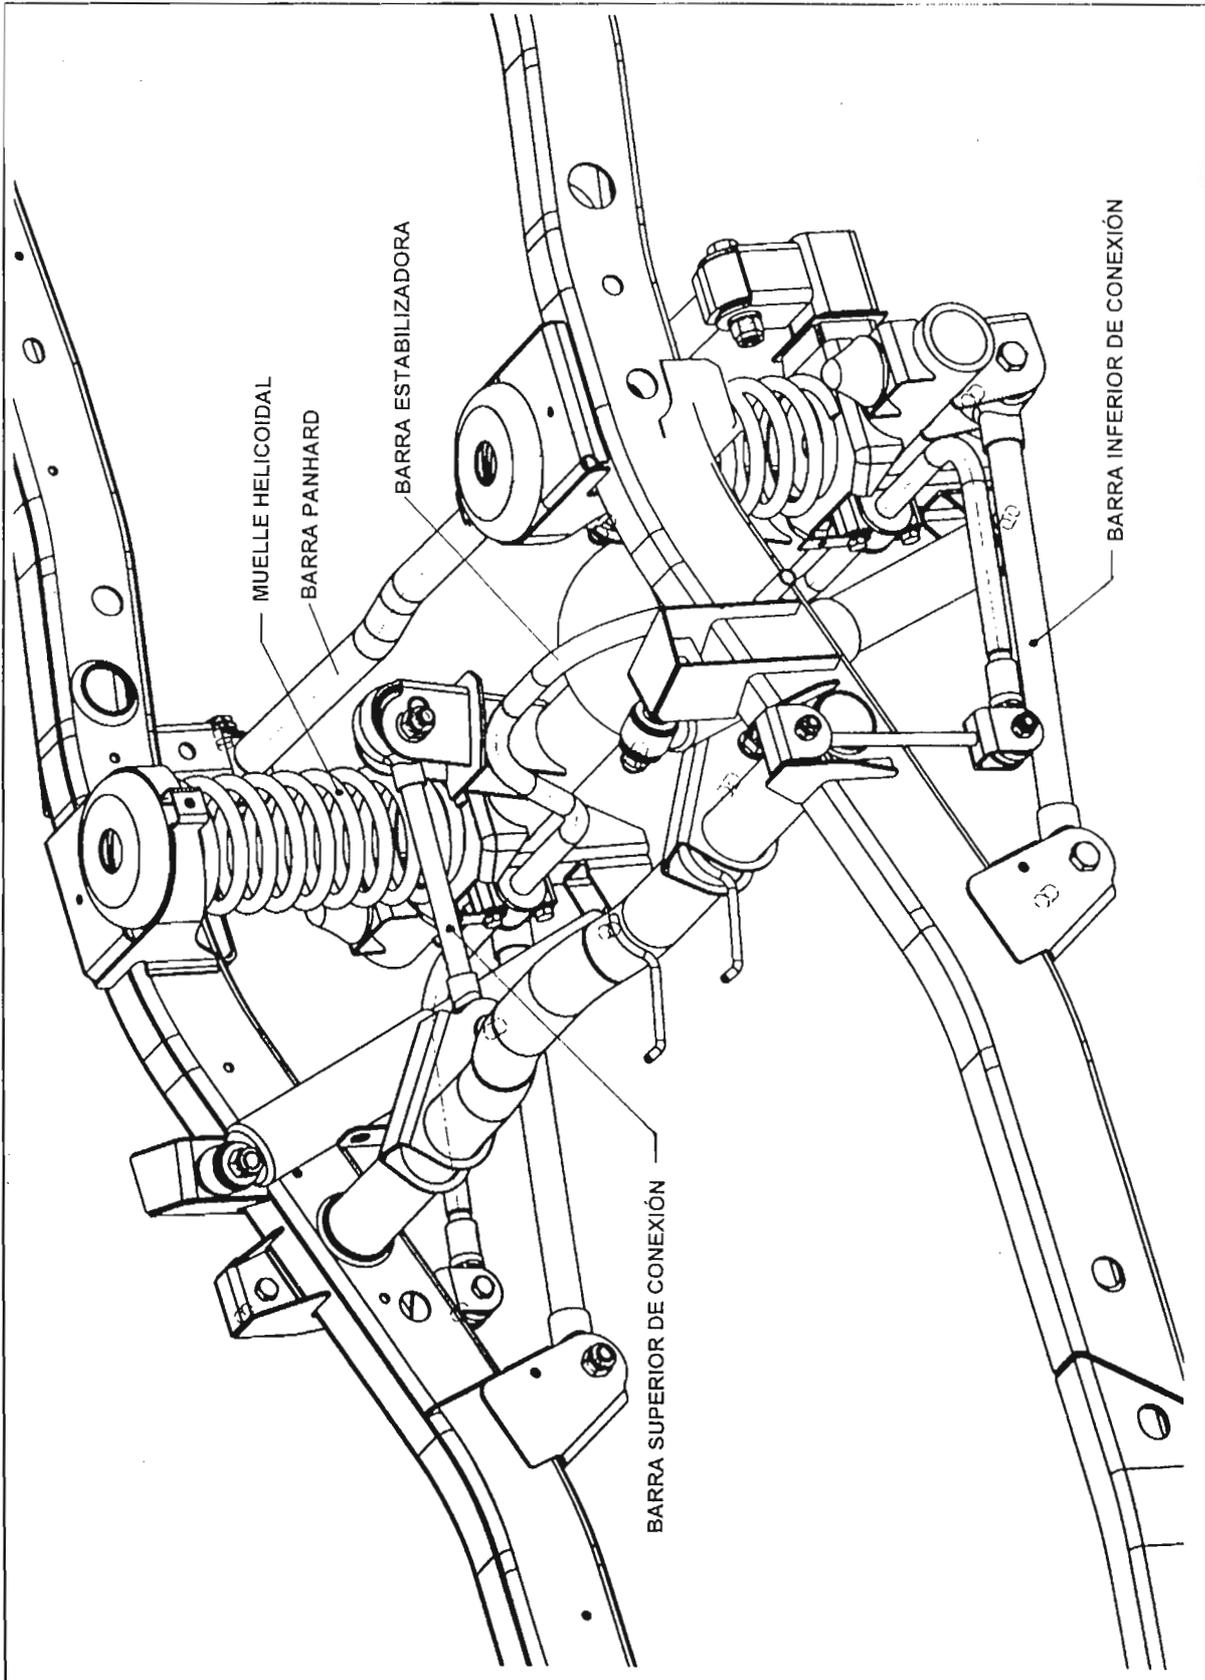

Fig.29 - Suspensión trasera de 5 barras de conexión
1. DETALLES DE CONSTRUCCIÓN (FIG.29)
4D. DESMONTAJE DE LA BARRA SUPERIOR DE CONEXIÓN (Fig. 29)
4E. DESMONTAJE DEL MUELLE HELICOIDAL TRASERO (Fig.29)
4F. DESMONTAJE DE LA BARRA INFERIOR DE CONEXIÓN (Fig.29)